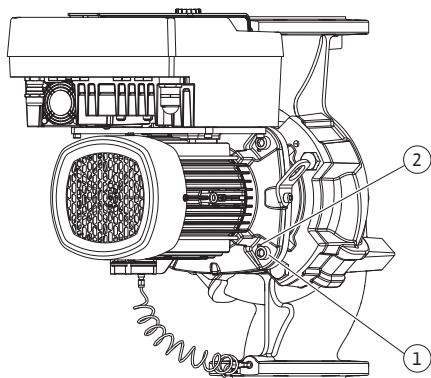

Fig. 10: Abdrücken des Einstecksatzes über Gewindebohrungen
5. Den Einstecksatz (siehe Fig. 4) vom Pumpengehäuse abdrücken. Dafür die zwei Gewindebohrungen (siehe Fig. 10) nutzen. Zum Lösen des Sitzes Schrauben M10 mit geeigneter Länge in die Gewindebohrungen eindrehen.
6. Den Einstecksatz (siehe Fig. 4) vom Pumpengehäuse abdrücken. Dafür die zwei Gewindebohrungen (siehe Fig. 10) nutzen. Zum Lösen des Sitzes Schrauben M10 mit geeigneter Länge in die Gewindebohrungen eindrehen.